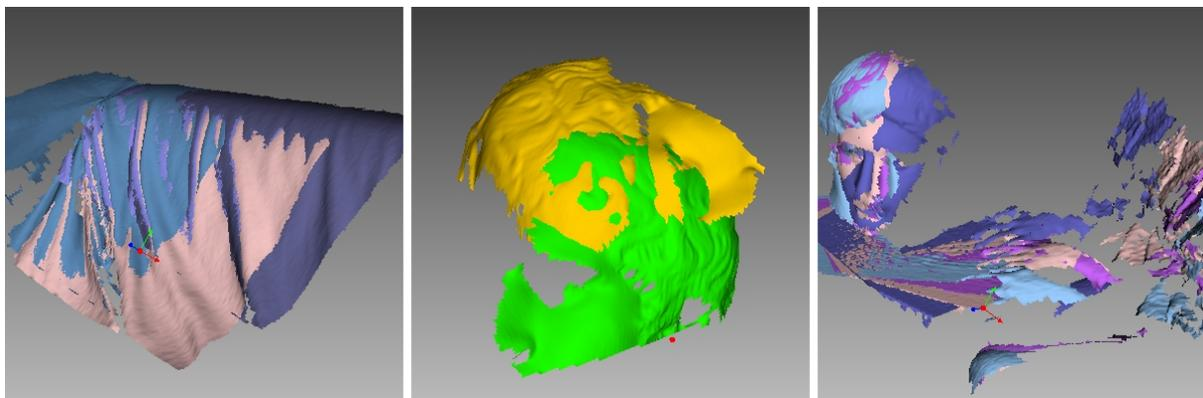

Abbildung 56: Mögliche Scan-Fehler.
- Falsch ausgerichtete Frames (siehe Abb. 56, links) – können bei kleinen Objekten, zu wenigen geometrischen Features auf dem Objekt oder bei zu geringer Polygonanzahl in den Frames auftreten.
- Falsch ausgerichtete Teile (siehe Abb. 56, Mitte) – entstehen, wenn der Algorithmus zur Echtzeit-Ausrichtung die Position eines neuen Frames relativ zu den vorhergehenden falsch bestimmt.
- Unerwünschte Objekte im Frame (siehe Abb. 56, rechts).